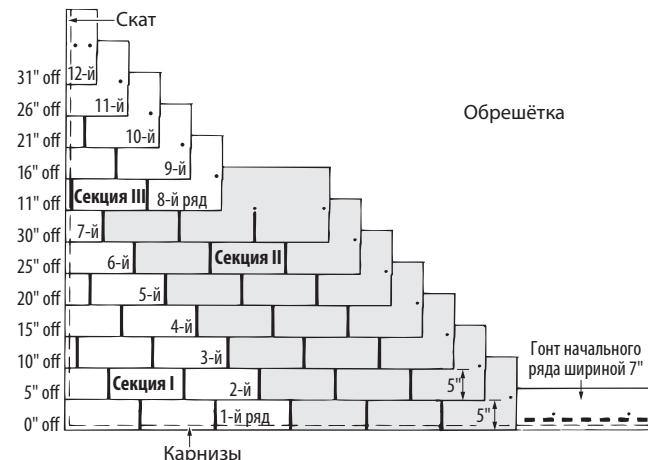

Рис. 13-9. Метод укладки с отрезанием по пять дюймов и монтажом с уступом по диагонали.
**ГОНТЫ «СЕКЦИИ II»:** Все гонты «Секции II» оставляются целыми. Эти гонты будут уложены встык с гонтами «Секции I», с которой начинаются ряды с первого по седьмой. Закрепите все гонты обычным образом (Рис. 13-9).
1. Начните укладку «Секции III» в восьмом ряду с гонта, который был обрезан с левого края на 28 см. Уложите кусок шириной 63,5 см над гонтами седьмого ряда, расположив его вровень с левым краем гонта седьмого ряда и оставив гонт седьмого ряда открытым на 12,7 см. Закрепите гонт в двух стандартных местах, а также на расстоянии 3,2 см внутрь от левого края (Рис. 13-9).
2. Последующие четыре ряда, до двенадцатого ряда включительно, должны начинаться с гонта, который на 12,7 см короче, чем первый гонт предыдущего ряда. Таким образом, первый гонт девятого, десятого, одиннадцатого и двенадцатого рядов будут иметь длину 50,8 см, 38,1 см, 25,4 см и 12,7 см, соответственно. Если у вас возникли затруднения, обратитесь к схеме на Рис. 13-9. Обратите внимание, что открытый участок гонта в каждом ряду должен составлять 12,7 см. Закрепите гонт в стандартных местах и на расстоянии 3,2 см от каждого края. Уложите ряды по всей длине крыши с помощью целых гонтов.